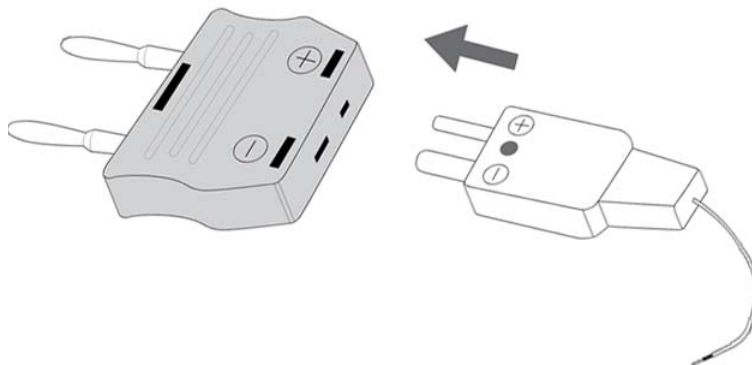
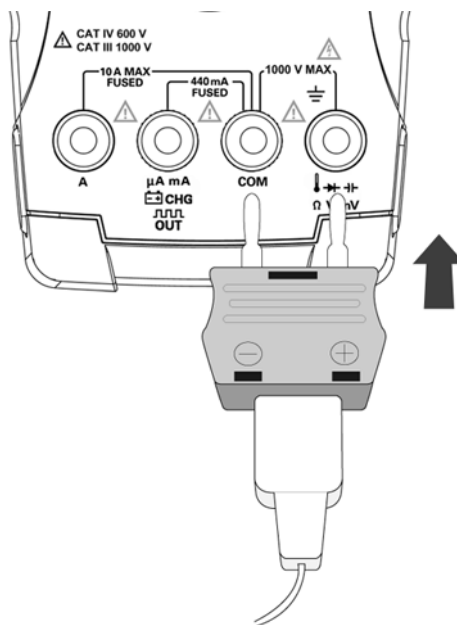

図 2-15 サーマル・プローブの無補正のトランスファ・アダプタへの接続
図 2-16 アダプタを付けたプローブのマルチメータへの接続
- 2 図 2-15に示すように、小型サーマル・プローブを無補正のトランスファ・アダプタに接続します。次に、図 2-16に示すように、アダプタ付きのサーマル・プローブをメータの入力端子に接続します。